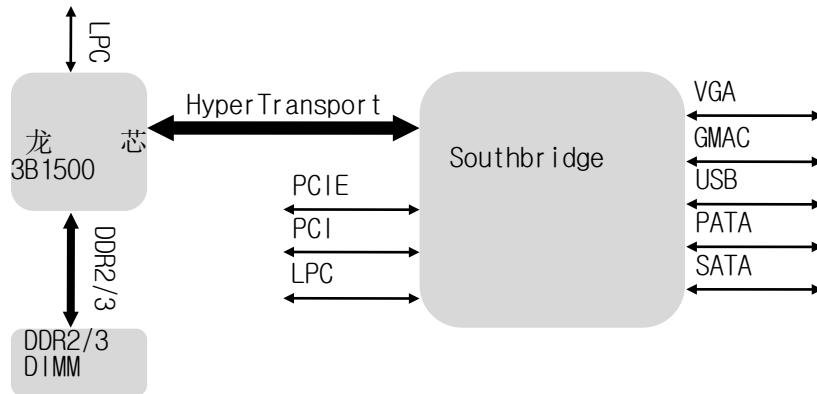

图 4-1 龙芯 3B1500 单处理器系统 HT 接口连接
- 龙芯 3B1500 单处理器系统连接。用于 IO 设备连接时，HyperTransport 接口硬件维护 IO Cache 一致性。相比 PCI 接口，减少了软件维护 Cache 一致性协议所产生的开销，一种常见的连接方式如图 4-1 龙芯 3B1500 单处理器系统 HT 接口连接 所示：